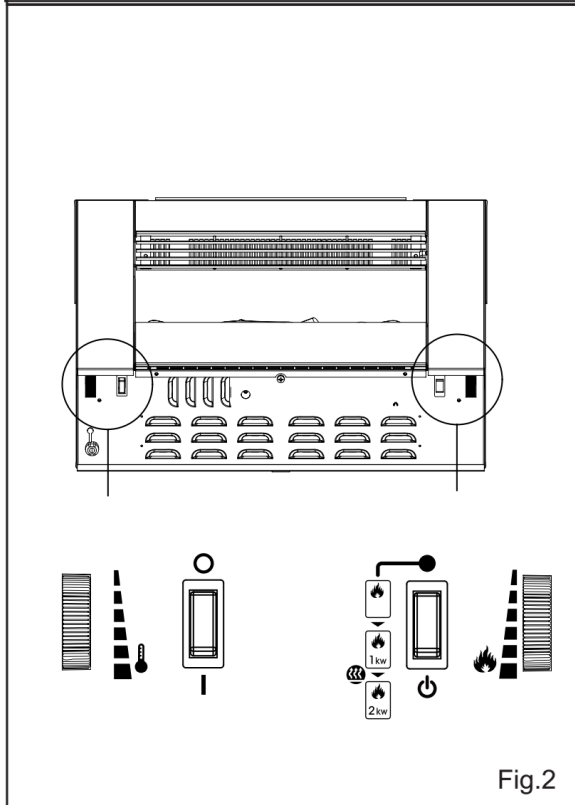

Fig.2
4. Pokrętko sterowania płomieniem „D” (Rysunek 2) można obracać w górę lub w dół, aby zapewnić bardziej realistyczny efekt.